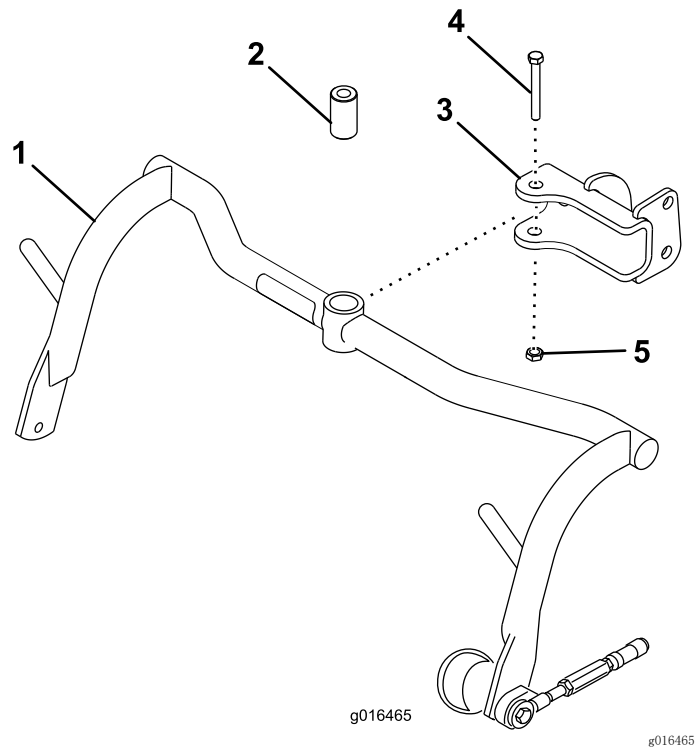

图 5
1. 用隔片、螺栓 ( $\frac{1}{2}$  x  $3\frac{1}{4}$  英寸) 和锁紧螺母 ( $\frac{1}{2}$  英寸) 将承载架组件安装到各个 U 形销上；请参阅图 5。上紧扭矩至 91~113 N•m。